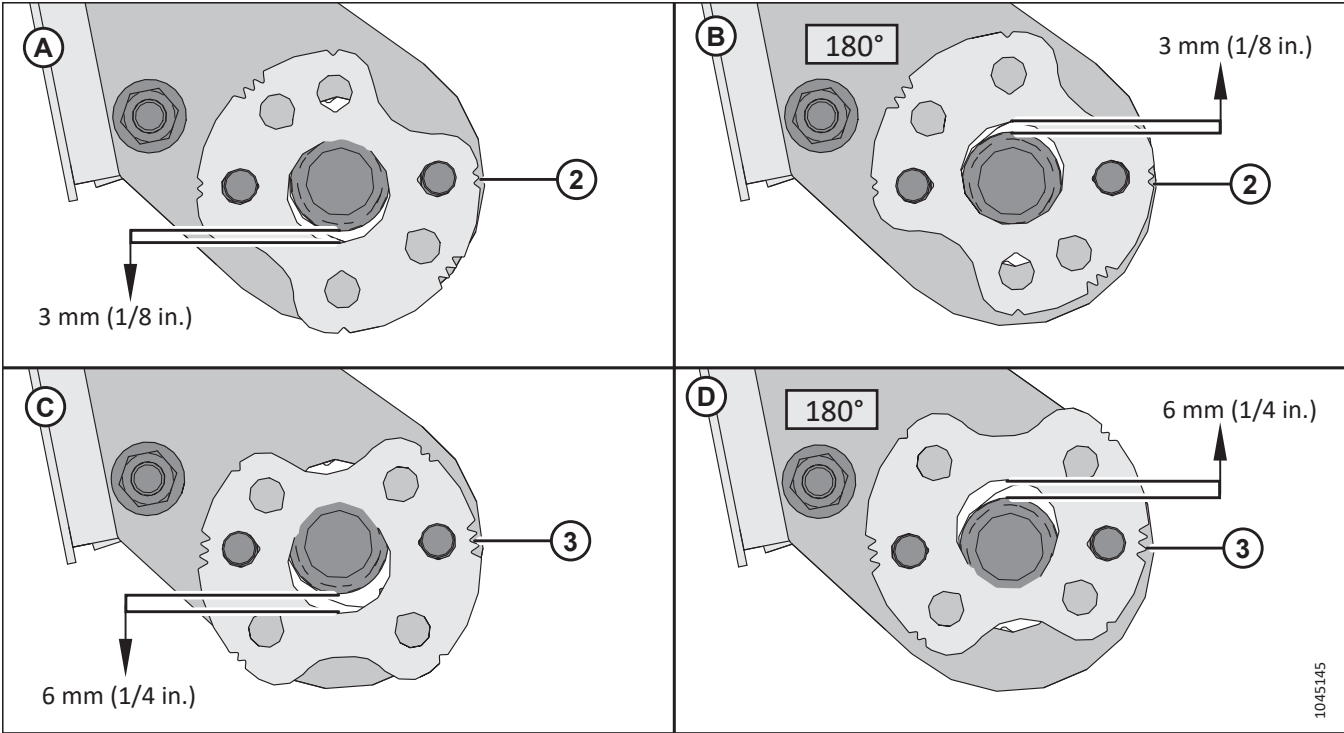

Рисунок 3.56: Положение регулировочных пластин AF11
10. **Комбайны AF11:** Если требуется регулировка, запомните положение стопорных штифтов относительно центрального отверстия регулировочных пластин, отверните гайки (C) и измените положение регулировочных пластин (A) по необходимости. См. рис. 3.56, страница 68.